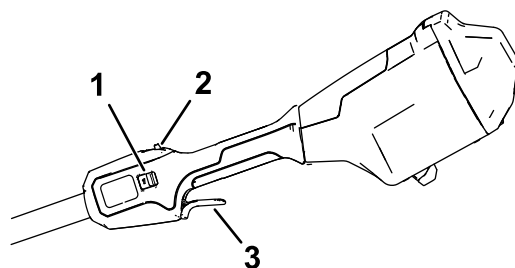

Figura 9
5. Pentru a porni mâina, apăsați dispozitivul de blocare cu declanșator, apoi apăsați declanșatorul de funcționare (Figura 9).